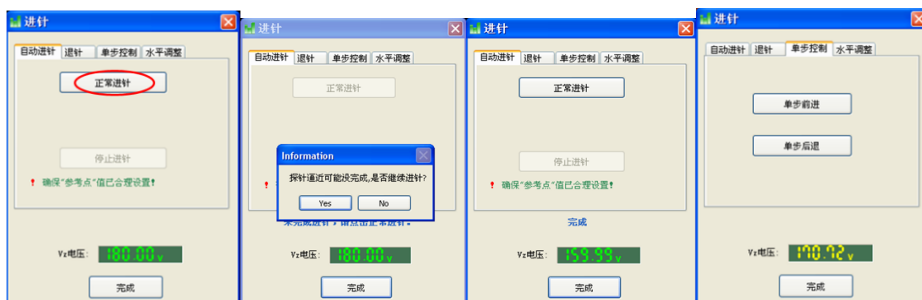

图3-2 进针窗口
3) 先利用主控机箱使针尖逼近电极表面，选择“系统参数设置窗口”中的进针键( 进针)，会出现“进针窗口”(图3-2左一)；单击“自动进针”窗口中的“正常进针”，则探针会自动进针；若进针未完成将会弹出提醒窗口(图3-2左二)，当进针结束后，窗口中显示的 V_z 电压会在小于180.00V处波动(图3-2左三)；将窗口切换至“单步控制”(图3-2左四)，单击“单步前进”直到显示电压处于50V左右时，单击“完成”。